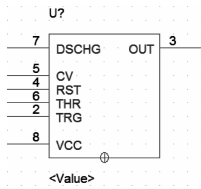

图 6-177 元件 NE555
1) 选中 NE555，如图 6-177 所示，选择右键命令“Edit Part（编辑元件）”，进入元件编辑环境，对该元件所有引脚位置进行修改，结果如图 6-178 所示。